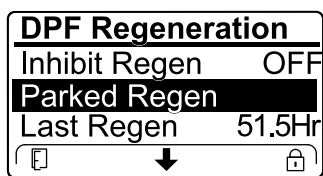

Рисунок 54
- Если компьютер двигателя запрашивает или выполняет восстановительную регенерацию, а вы перейдете вниз к опции PARKED REGEN (СТАЦИОНАРНАЯ РЕГЕНЕРАЦИЯ), стационарная регенерация будет заблокирована и в нижнем правом углу дисплея инфо-центра появится значок «Замок» (Рисунок 54).